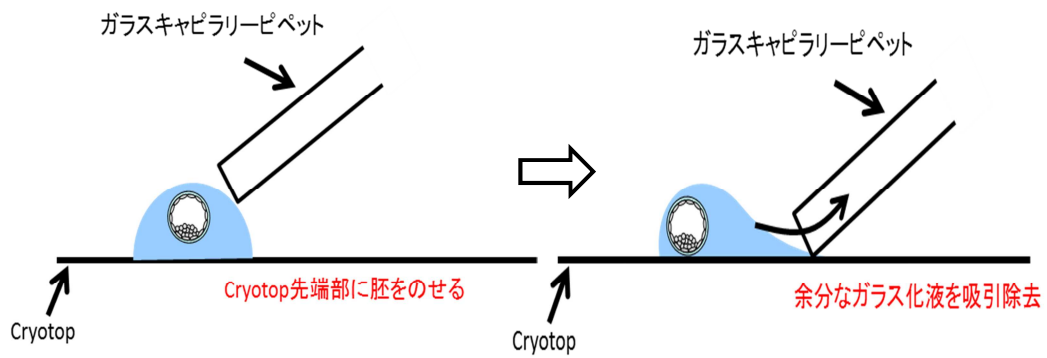

図4 余分なガラス化液の吸引除去方法
- 9) 実体顕微鏡下で、最小限のガラス化液とともに胚を Cryotop の先端部に乗せ、胚の周りの余分なガラス化液を吸引除去する(図 4)。